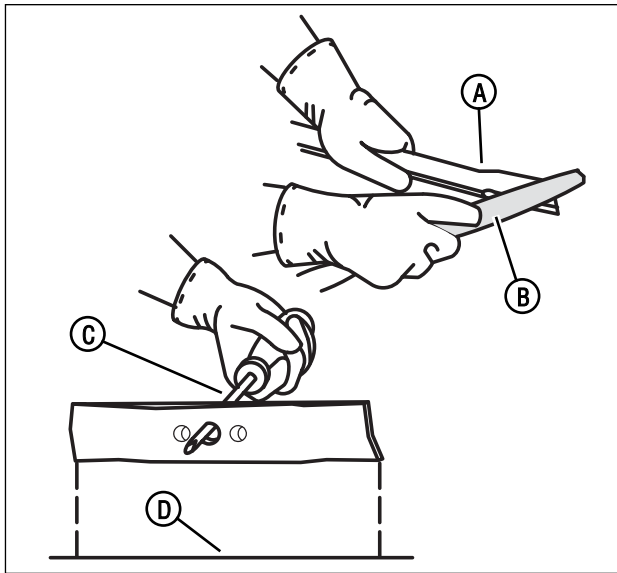

Figura 28: Afilado de la cuchilla
4. Afile la cuchilla (A, Figura 28, siguiente página) con una lima (B). Asegúrese de mantener el borde de corte biselado original (Figura 30).
5. Verifique que la cuchilla está balanceada. Utilice un destornillador (C) y sostenga la cuchilla de manera paralela al suelo (D) según se muestra. Una cuchilla que está balanceada permanecerá paralela al suelo. Si la cuchilla no está balanceada, el extremo pesado girará hacia el suelo. Afile el extremo pesado hasta que la cuchilla esté balanceada.